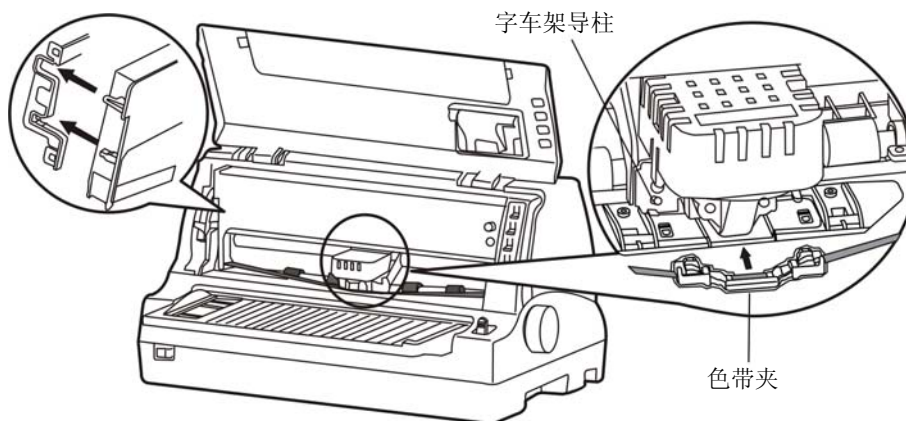

图 2-10 安装色带盒
6. 如图 2-10 所示，抓住色带盒的两边，使色带盒两边的卡扣对准打印机两侧的安装槽，稍用力向前推进，直到完全卡到位。然后将色带夹上的两个圆孔对准字车架上的两个导柱，按压到位。
7. 确保色带芯无皱折，再按照色带盒上箭头方向，转动色带盒旋钮，绷紧色带芯（如图 2-10 所示）